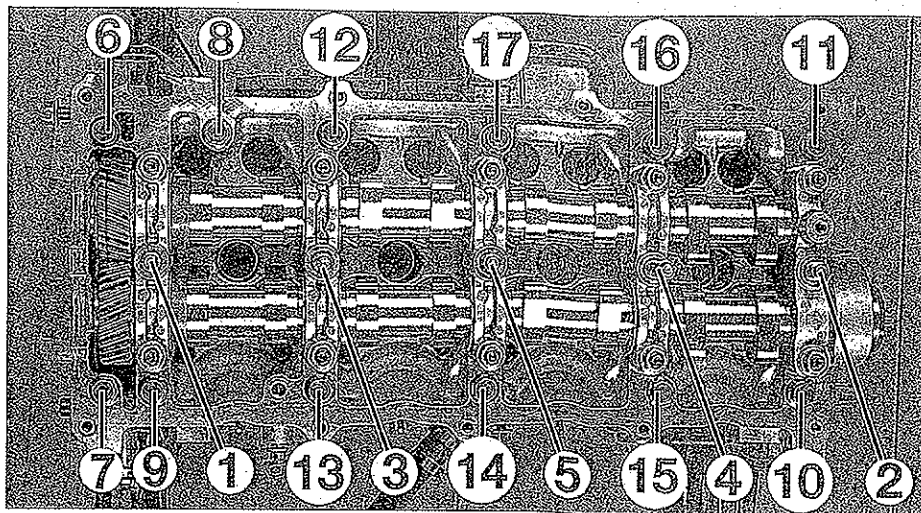

FIG. 29
- Desatornillar los tornillos del cárter de eje de levas 180° en el orden fijado (fig. 29).